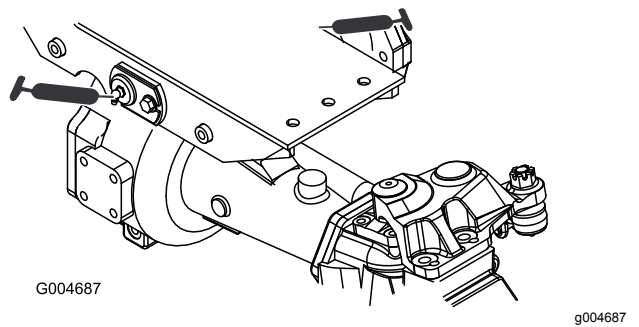

Figura 61
- Casquilhos articulados do eixo dianteiro e traseiro (2) (Figura 61)